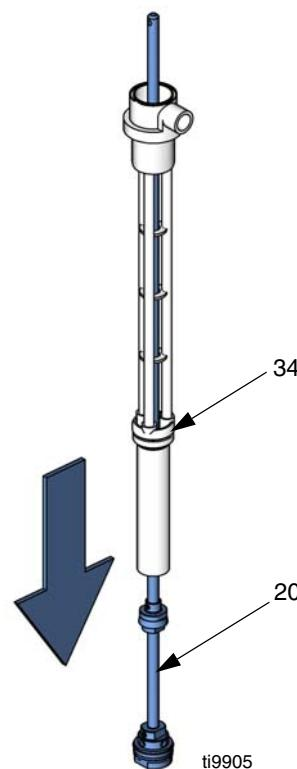

Рис.18
- 7 Извлеките передаточный вал (20) из нижней части корпуса насоса (34). См. Рис.18.